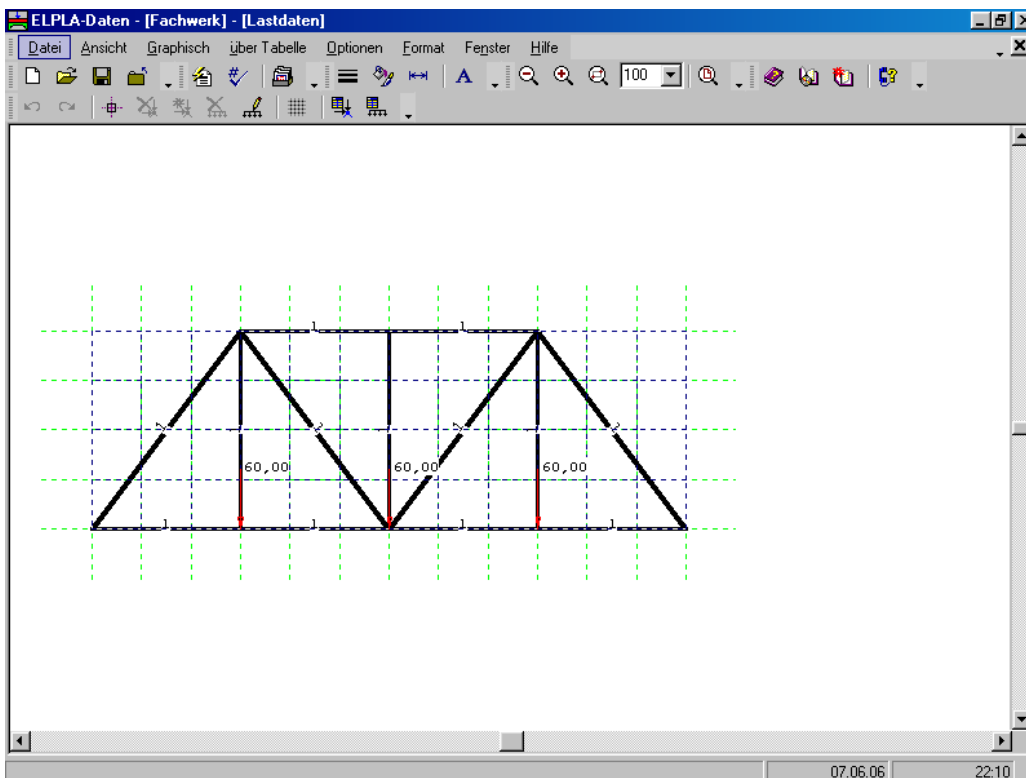

Bild 6-29 Knotenlasten auf dem Bildschirm
Nach der Definition der Knotenlasten sollte der Bildschirm wie das folgende Bild 6-29 aussehen.
- Wählen Sie den Befehl "Lastdaten speichern" aus dem "Datei"-Menü im Bild 6-29, um die Lastdaten zu speichern
- Wählen Sie "Lastdaten schließen" aus dem "Datei"-Menü im Bild 6-29, um zum Hauptfenster des Programms *ELPLA-Daten* zurückzukehren